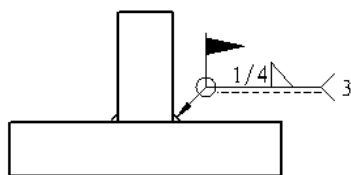

图 6.13.5 焊接符号
Step5. 单击“属性”对话框中的 **确定** 按钮，完成焊接符号的标注，结果如图 6.13.5 所示。